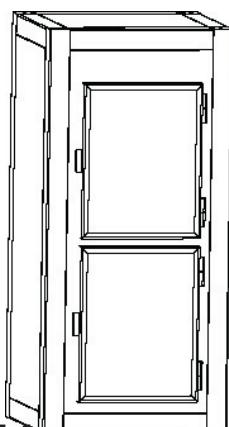

Abb. 11
- Das letzte vertikale Eckprofil montieren und befestigen. **Abb. 11**.